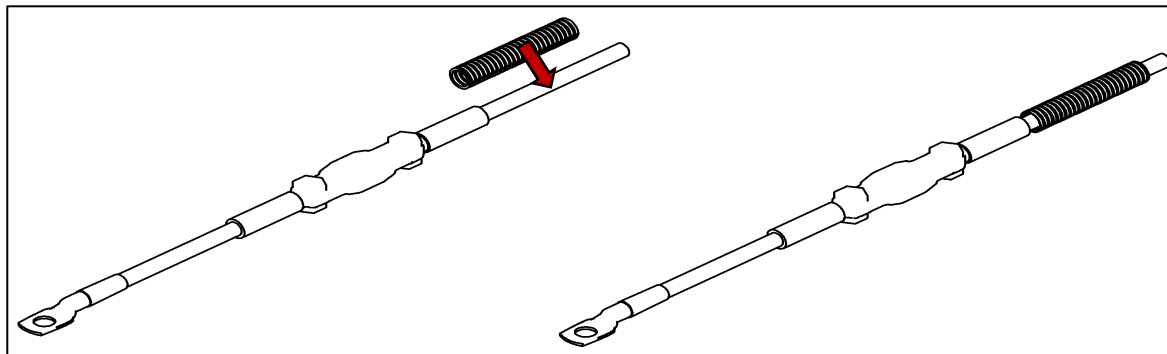

Abbildung 21
- Pluskabel (25 mm² rot) „Aggregat-Kabel“ für Spannungsversorgung in geschlitztes Wellrohr ziehen (siehe Abbildung 21).